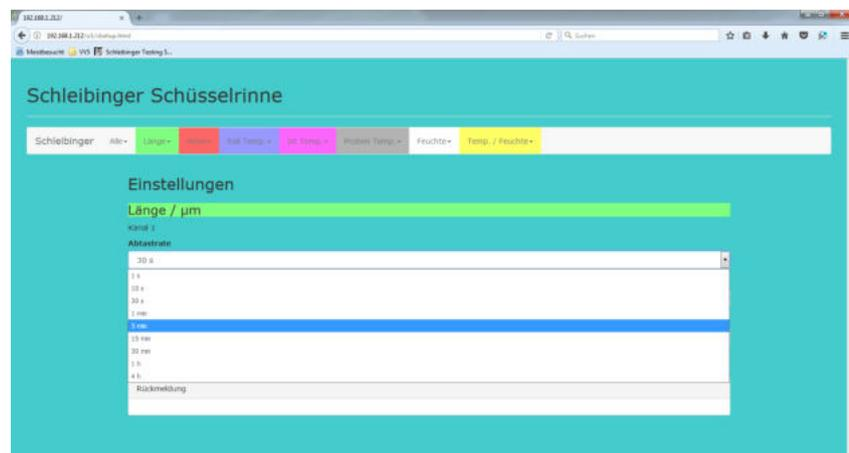

Abbildung 16: Einstellung der Abtastrate
**Abtastrate** Hier kann die Abtastrate eingestellt werden. Die Abtastrate kann zwischen 1s und 4 h gewählt werden (Abb. 16).